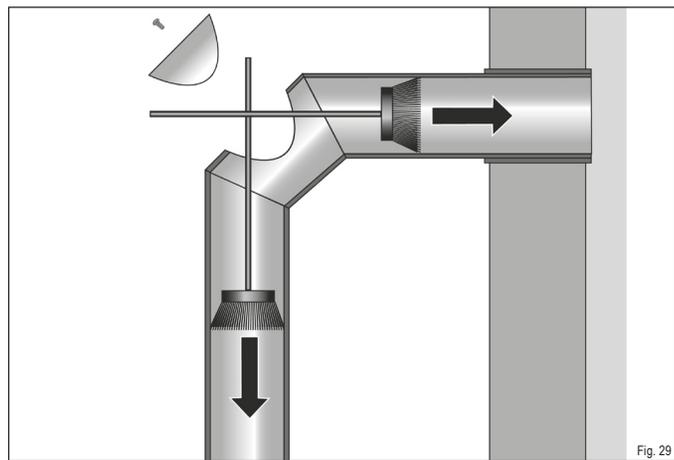

Fig. 29
- ▶ Ouvrez la trappe de nettoyage sur le conduit de fumée (Fig. 29).
- ▶ Ramassez les débris à l'arrière de la cheminée et vers le bas dans le poêle (Fig. 29).